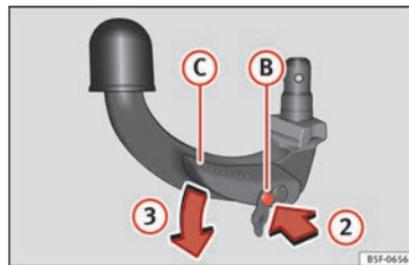

Fig. 234 Paso 2
- Presione el perno de desbloqueo ② en el sentido de la flecha ② y al mismo tiempo presione la palanca ③ en el sentido de la flecha ③ hasta el tope » fig. 234.